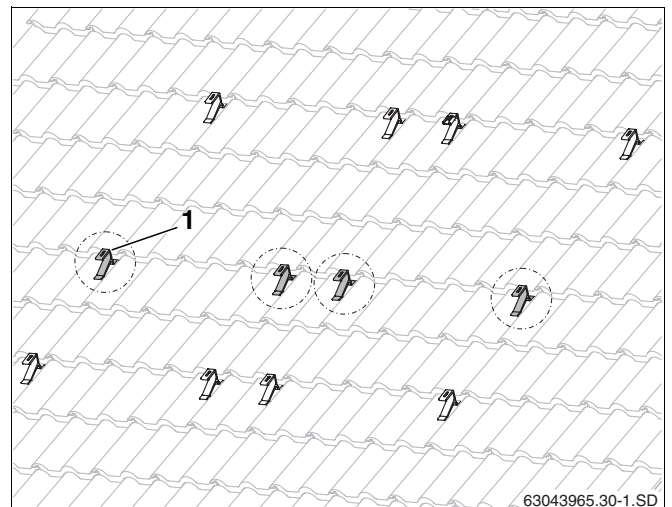

Fig. 28 Crochets de fixation supplémentaires pour le profil de la charge de neige (ici : pour deux capteurs)
- Fixer les crochets supplémentaires (fig. 28, **pos. 1**) si possible au milieu entre les crochets supérieurs et inférieurs déjà en place.